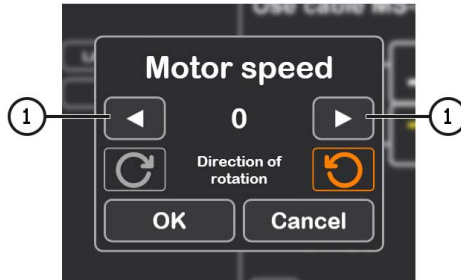

Рисунок 26
3.1. Після активації режиму діагностики відкриється вікно попередньої перевірки генератора див. рис. 26.
3.2. Кнопками керування приводом генератора (див. поз. 1 рис. 26) встановіть швидкість обертання шківа генератора в межах від 100 до 150 об/хв.
4. Перед активацією режиму діагностики з'явиться вікно попередньої перевірки генератора, див. рис. 26.
4.1. Кнопками керування приводом генератора (див. поз. 1 рис. 26) встановіть швидкість обертання шківів генератора в межах від 100 до 150 об/хв.
4. Після натискання на кнопку "Automatic test" з'явиться вікно попередньої перевірки генератора, див. рис. 26.
3. Перед активацією режиму діагностики з'явиться вікно попередньої перевірки генератора, див. рис. 26.
- 3.1. Кнопками керування приводом генератора (див. поз. 1 рис. 26) встановіть швидкість обертання шківів генератора в межах від 100 до 150 об/хв.